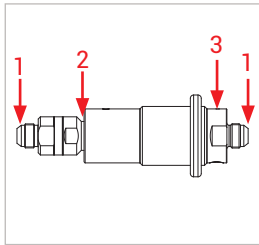
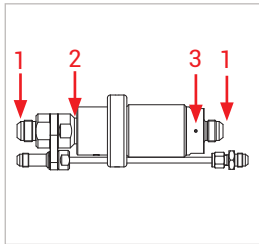

Abbildung 5
Abbildung 6
▶ Überprüfen Sie folgende Messstellen (*Abbildung 5* und *Abbildung 6*)
- Verschraubungen (1)
- Bereich der Spannarmen (2)
- Bereich der Exzenterbetätigung (3)